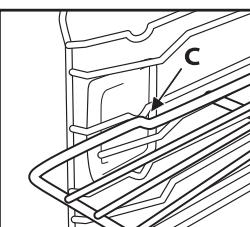

Fig. 3
3. Remettre la grille en position horizontale et poussez-la jusqu'à ce qu'elle soit parfaitement insérée « C » (Fig. 3).